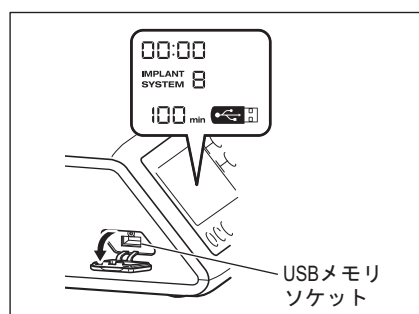

図 14
- 2) USB メモリを奥まで差し込みます。ユニットが USB メモリを認識すると、操作パネルの液晶表示部に USB のアイコンが表示されます。(図 14)